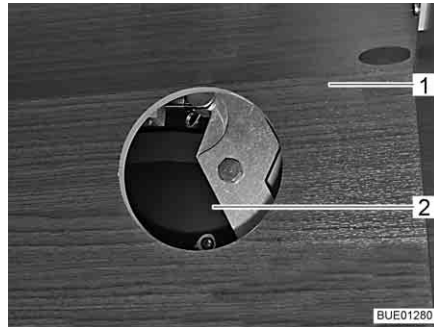

Fig. 119 Accès à l'entraînement
- Suivant le modèle, ouvrir le portillon du meuble haut (Fig. 119,1) et retirer le couvercle de l'ouverture d'accès (Fig. 119,2).